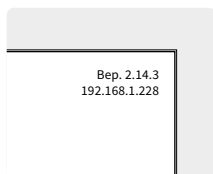

Рис. 20. Текст в правом верхнем углу экрана при успешном подключении сети
4. В случае успешного подключения к сети в правом верхнем углу экрана отобразится IP-адрес Устройства в сети (рис.20 данного документа). В строке URL-адреса браузера стороннего компьютера следует ввести этот IP-адрес с указанием порта 8080 (перейти на следующий сайт): http://<IP_адрес_Устройства>:8080/. Пример: <http://18.193.237.114:8080/>.